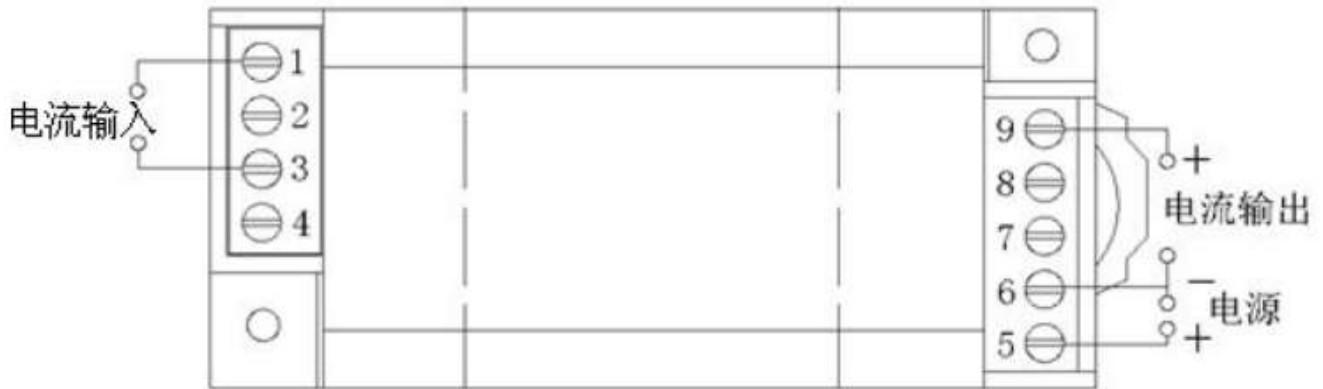

图 8: HY-I03-MS1 电流输出接线参考
产品采用 DIN35 导轨式安装或螺钉固定安装，其安装尺寸 如图 8 所示。
- ① 把变送器固定卡槽一侧勾在安装导轨上;
- ② 向下牵动弹簧销;
- ③ 使变送器卡口套在安装导轨上;
- ④ 松开弹簧销, 变送器卡在安装导轨上。
- ① 按图 8 所示的螺孔位置在固定板上打直径为 4mm 孔;
- ② 使用 $\Phi 3.5$ 的螺钉插入孔中固定。